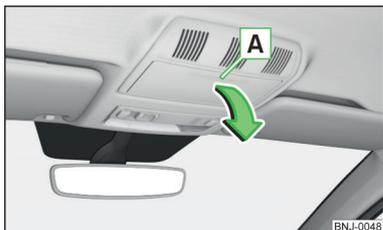

Fig. 76
- > Para **abrir**, pressionar sobre a tampa no compartimento de óculos na zona **A**. O compartimento rebete no sentido da seta » Fig. 76.